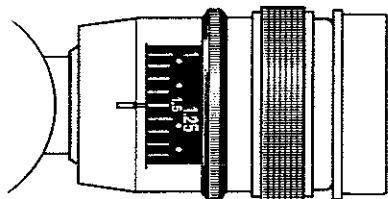

Fig. 24
- Si le poids de la tête enfichable (coquille et cellule) est supérieur à 21 g (ainsi lorsqu'une cellule de plus de 9 g est montée sur la coquille fournie avec l'appareil), fixer le contrepois supplémentaire à l'extrémité du contrepois principal, comme indiqué Fig. 23 et régler la force d'appui. Dans ce cas l'échelle du contrepois est modifiée. La force d'appui de la pointe de lecture est alors indiquée par des numéros bleus. (Fig. 24)